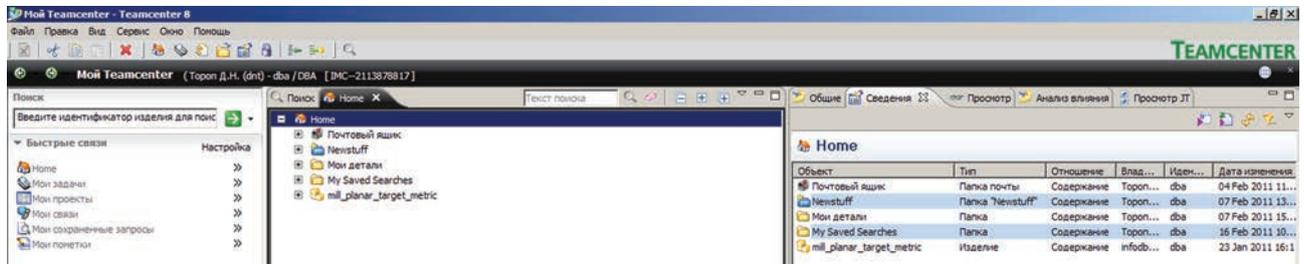

Рисунок 2.7
- панель **Общие**, в свою очередь, имеет несколько закладок: **Сведения**, **Просмотр**, **Анализ влияния** и **Просмотр JT** (рис. 2.7).